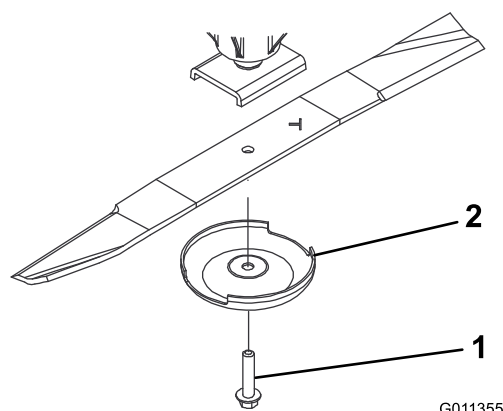

Bild 76
3. Entfernen Sie die Messerschraube, die Antiskalpierkuppe und das Messer von der Spindelwelle (Bild 76).